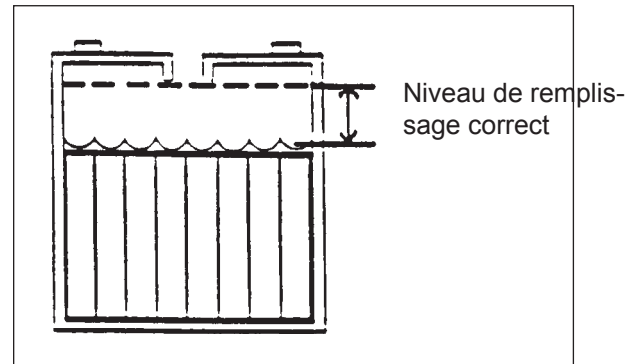

Figure 11
1. Maintenez un niveau d'acide correct. Le niveau de remplissage requis se situe à environ 6 mm du dessous du bouchon de chaque cellule et au-dessus de la partie supérieure des plaques. Vérifiez le niveau de l'acide chaque fois que vous mettez les batteries en charge. Voir figure 11.